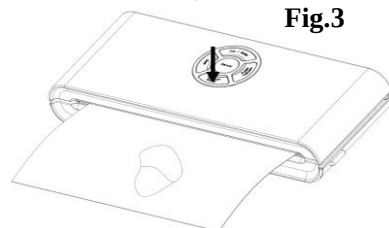

Fig.3
4. Lukk dekselet, og trykk hardt ned til du hører at det går i lås på begge sider – **Fig. 3.**
6. Trykk deretter på Vacuum & Seal-knappen. Enheten starter automatisk vakuumeringen og forseglingen – **Fig. 3.**
4. Trykk på bryteren for vakuumbeholder «PULSE VACUUM» for å starte vakuumeringen – Fig. 3. For å være sikker på at det ikke er noen luftlekkasje mellom dekslet og vakuumbeholderen, trykker du ned bryteren på dekselet med hånden ved starten av vakuumeringen.